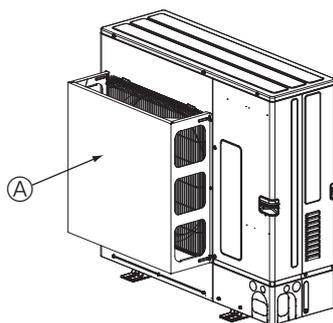

Fig. 2-5
- ② Si la unidad está situada en un lugar expuesto a vientos fuertes como huracanes, etc. que puedan entrar en la salida de aire, coloque una guía opcional de aire. (Fig. 2-5)